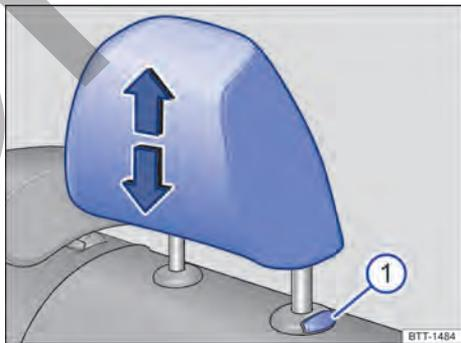
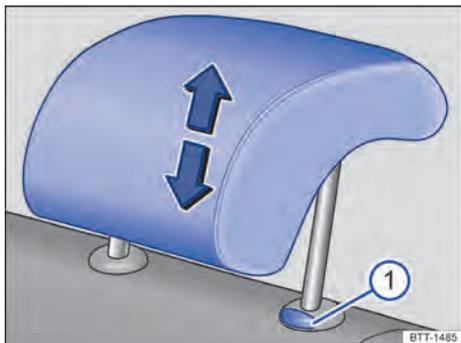

Fig. 64 Plazas traseras laterales: ajustar el apoyacabezas.
Fig. 65 Plaza trasera central: ajustar el apoyacabezas.
- Suba el apoyacabezas o, a la vez que presiona la tecla → Fig. 64 ① o → Fig. 65 ①, bájelo en el sentido de la flecha correspondiente.